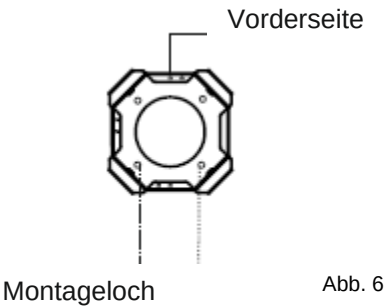

Abb. 6
- 1. Folgen Sie der in Abb.6 angegebenen Richtung, um die Halterung an die Decke zu legen, und markieren Sie vier Löcher an der Stelle, an der die Haube angebracht werden soll.